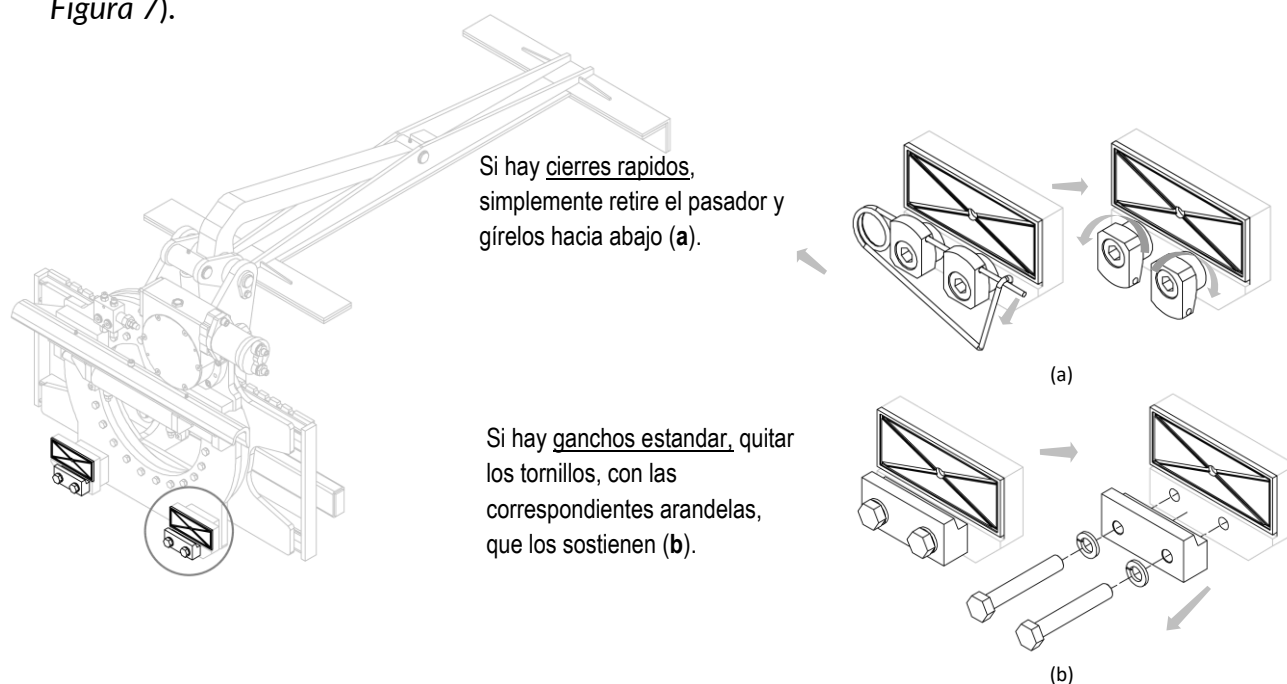

Figura 7
5. Quitar los ganchos inferiores del implemento y engrasar las deslizaderas inferiores (mira Figura 7).